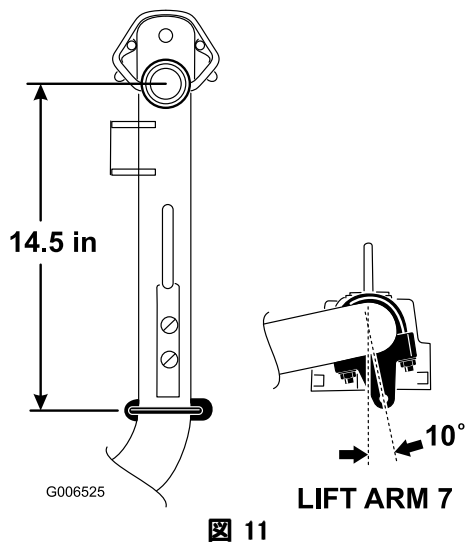

図 11
- 昇降アーム6番、7番では、ブラケットとUボルトが、ピボット・ナックルの中心線よりも37 cm 後ろになるように取り付ける(図 11)。各ブラケットが、機体の外側に対して10度回転した状態になるようにする。